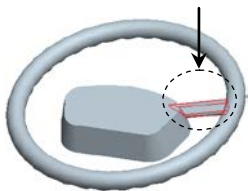
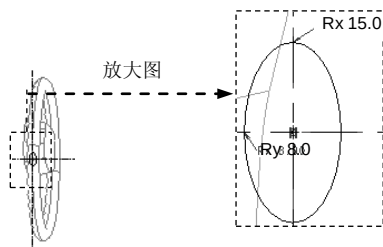

图 4.4.41 扫描特征 2
图 4.4.42 扫描截面草图
Step10. 创建图 4.4.41 所示的扫描特征 2。单击“模型”功能选项卡“形状”区域中的“扫描”按钮，在图形区选取草绘 2 为扫描轨迹，在操控板中单击“创建或编辑扫描截面”按钮，绘制图 4.4.42 所示的扫描截面草图，单击按钮，完成扫描特征 2 的创建。